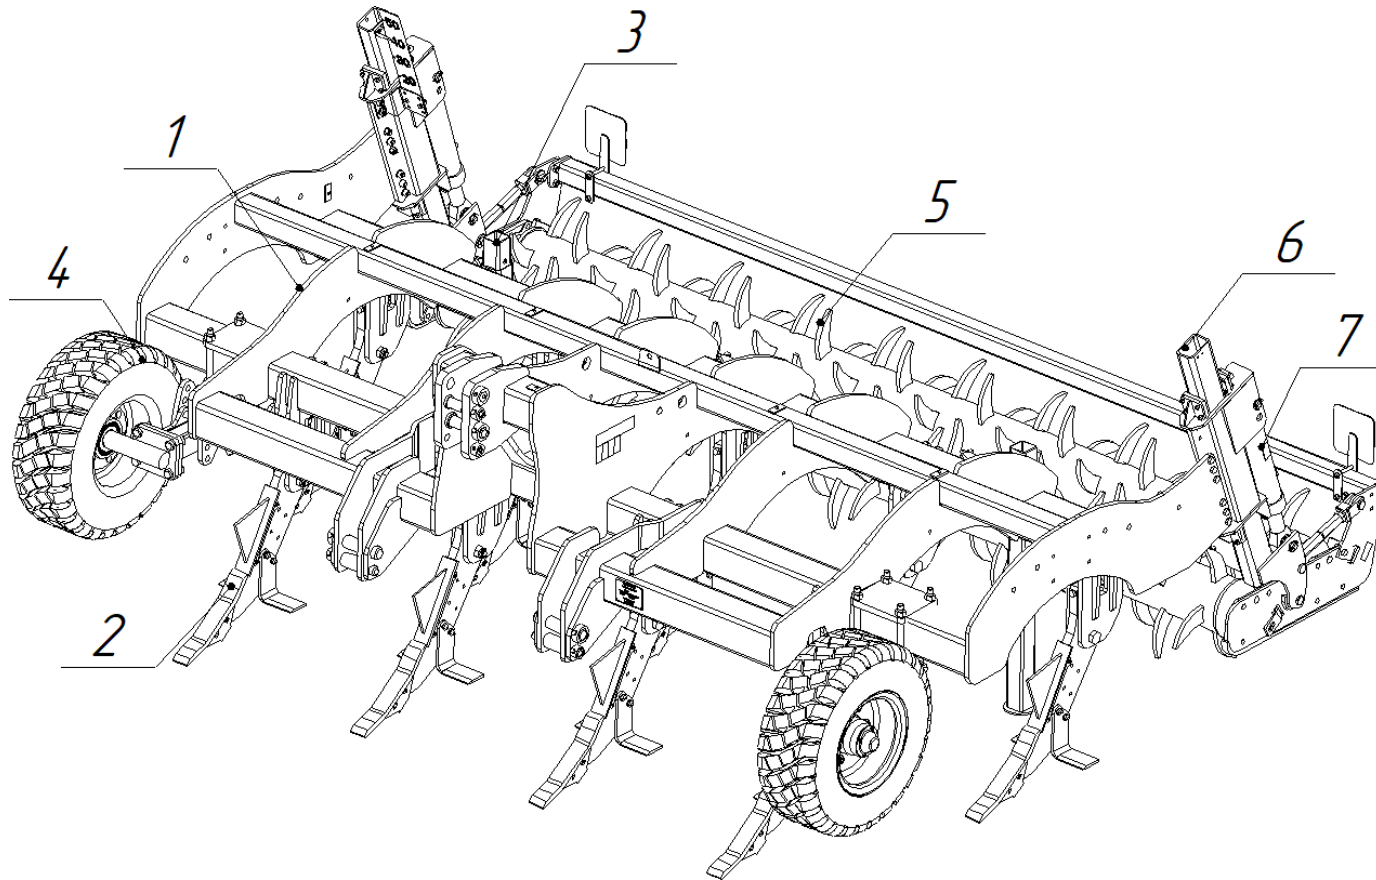

Рисунок 5 - Составные части глубокорыхлителя КАМА TIGER G
Глубокорыхлитель КАМА TIGER G состоит из (Рисунок 5) цельно сварной конструкции (1), воспринимающей нагрузки и передающей тяговые усилия трактора. Рабочих органов (2) (зуб в сборе). Стойки (3), которые используются для расположения оборудования в местах хранения. Спереди расположены регулировочные пневматические колеса (4) (колеса не являются составной частью Глубокорыхлителя), предназначенные для выставления и фиксации глубины обработки почвы. Культиваторный блок (5), предназначенный для фиксации глубины обработки почвы, измельчения и выравнивания пройденной поверхности почвы, регулируется регулировочным блоком (6), с помощью гидравлической системы (7).